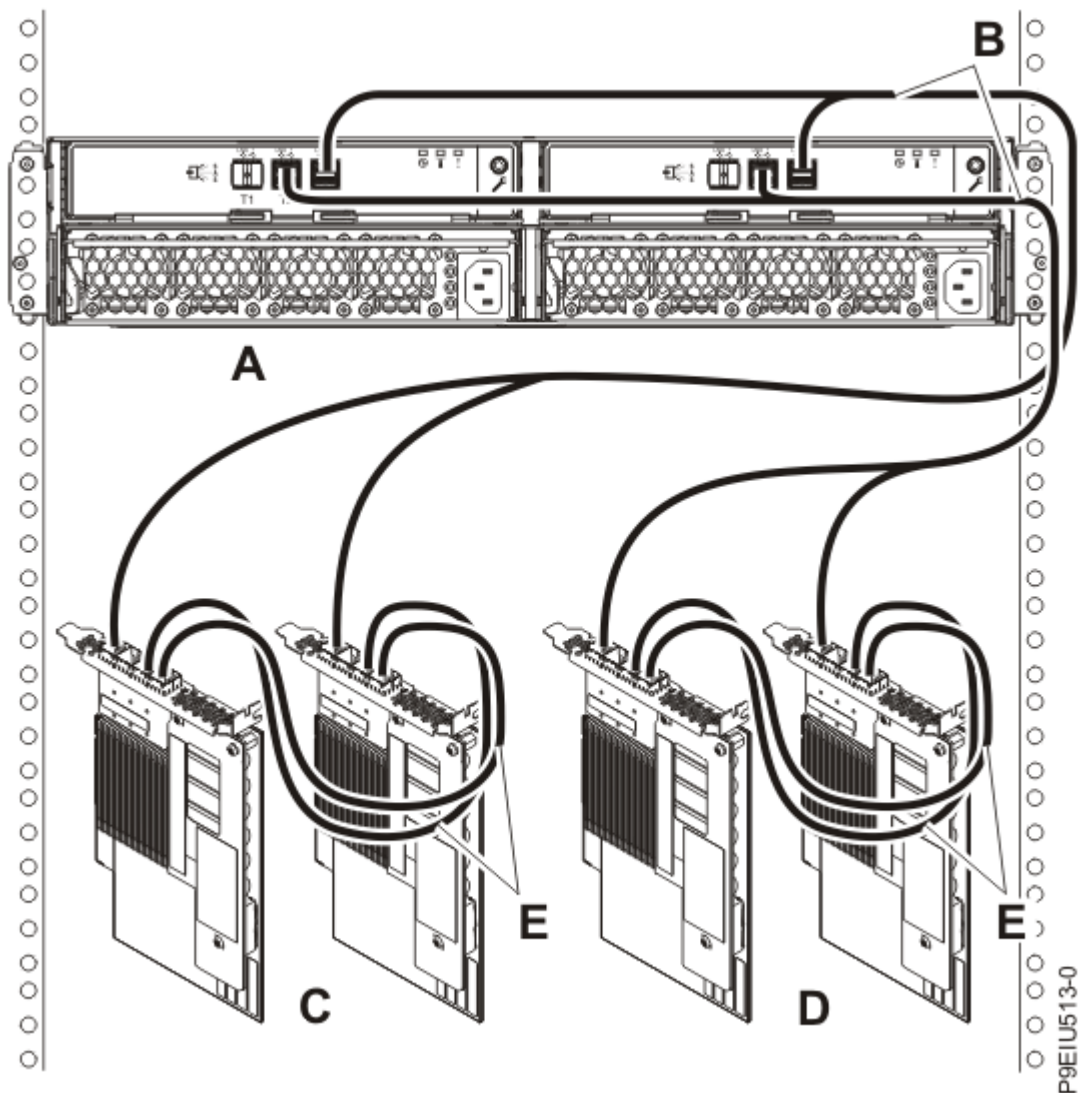

Figura 22. Conexión en la modalidad 2 de un ESLS mediante cables X12 a dos pares de adaptadores SAS FC EJ0L o dos pares de adaptadores SAS FC EJ14 con cables AA
22. Lleve a cabo una conexión en la modalidad 2 de un alojamiento **(A)** utilizando cables X12 **(B)** a dos pares de adaptadores SAS FC EJ0L o dos pares de adaptadores SAS FC EJ14 **(C y D)** con cables AA **(E)**, tal como se muestra en la Figura 22 en la página 28. A continuación, continúe con “Conexión de los cables, cables de alimentación e instalación de cubiertas” en la página 30.